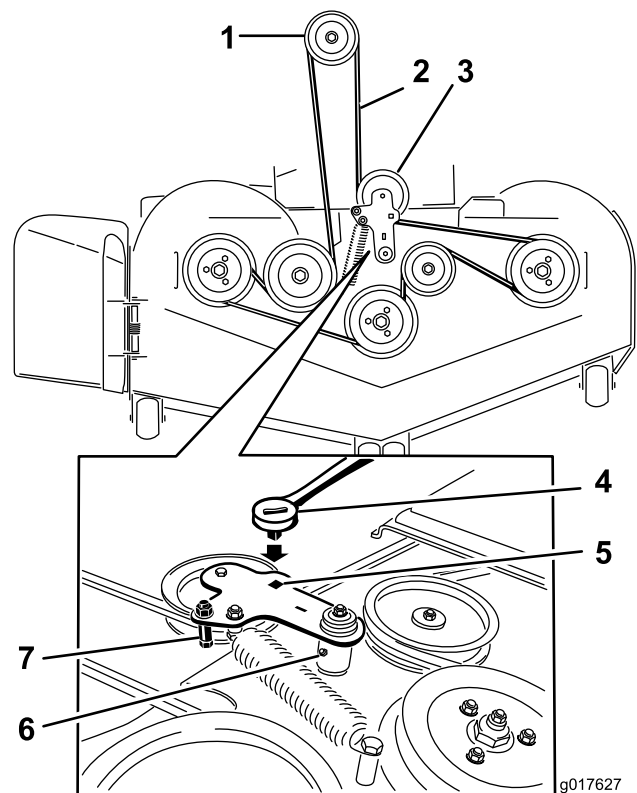

Bild 61
10. Legen Sie die Riemenführung auf den Spannarm (Bild 61).
11. Setzen Sie die Spanscheibenfeder mit der Ratsche im rechteckigen Loch ein (Bild 61).
5. Setzen Sie eine Ratsche in das rechteckige Loch im Spannarm ein, um die Spannung an der Spanscheibenfeder zu lösen (Bild 61).
7. Nehmen Sie die Riemenschutzvorrichtung am gefederten Spannarm ab (Bild 61).
9. Verlegen Sie den neuen Riemen um die Mähwerk- und Bremsspanscheiben unter dem Motor (Bild 61).